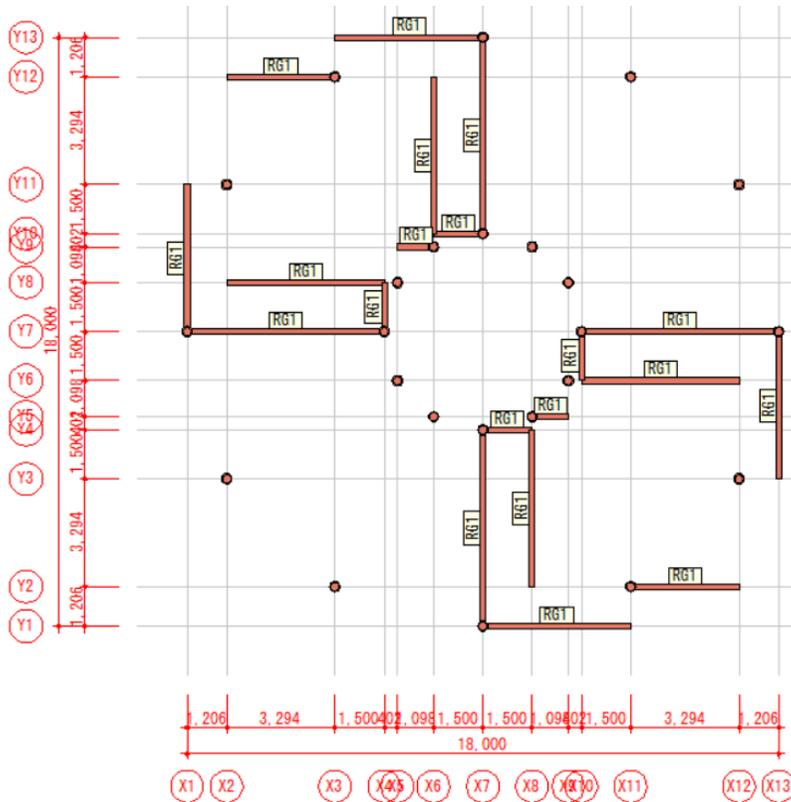

図1（一般階）
⑥梁の配置
- 二重螺旋構造の物件を作成するため、図1（一般階）、図2（ダミー階）を繰り返し配置します。